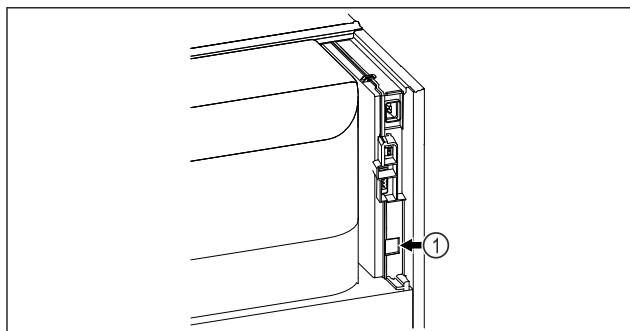

Fig. 77
- Założono SmartModule Fig. 77 (1).